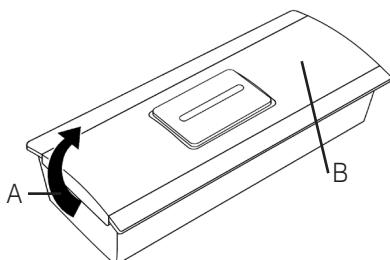

Figure 3: Bouton d'appel
- Ôter d'abord le cache en plastique transparent en le soulevant par un côté (fig. 3 A). Utiliser pour cela un petit tournevis.
- Vous pouvez maintenant ouvrir la petite vis (fig. 3 B) avec un petit tournevis cruciforme et retirer la partie avant du bouton d'appel derrière lequel se trouve la platine avec la pile.